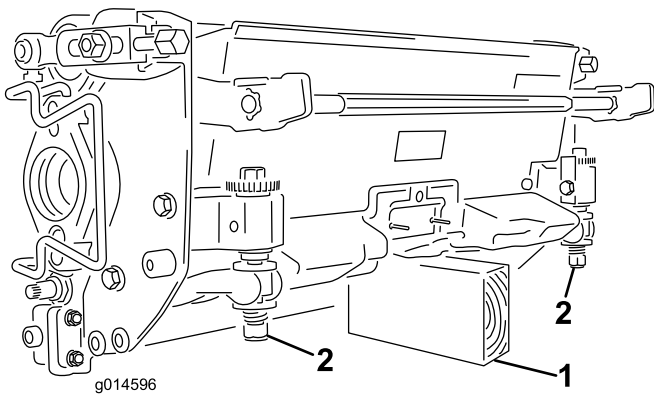

图10
**重要事项:** 当必须翻转滚刀组露出底刀/滚刀时, 应支撑住滚刀组的后部, 确保底刀架调整螺丝后端的螺母不会接触工作表面 (图10)。